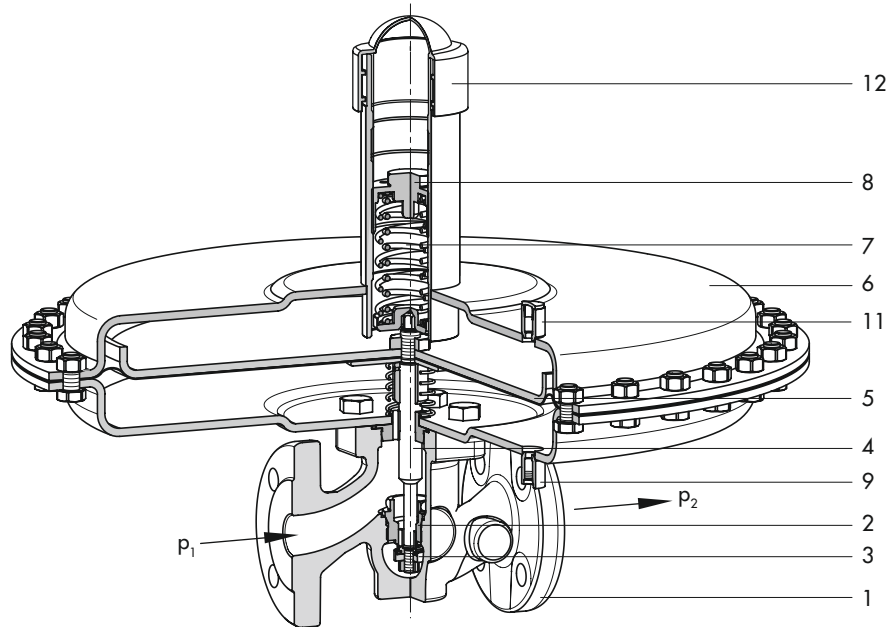

Bild 3: Druckminderer Typ 2405 **ohne** Druckentlastung · K_{VS} 1,6 bis 4 · Anströmung gegen die Schließrichtung des Kegels
– Bei Druckminderer mit proportionalem Regelverhalten, vgl. Bild 3